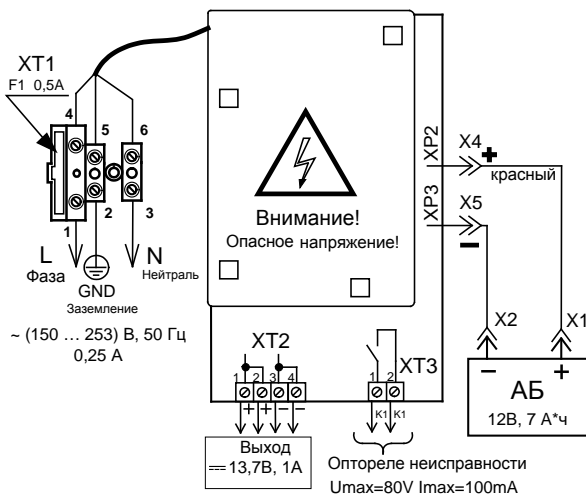

Рисунок 2. Схема подключения РИП-12 исп.20 (РИП-12-1/7М2-Р)
ВНИМАНИЕ! При подключении проводов внешнего питающего напряжения 220 В к сетевой колодке необходимо соблюдать правильность подключения «фаза» и «нейтраль». Подключение цепей к РИП производить в соответствии с рис. 2.
2.3.2 Для обеспечения дистанционной сигнализации обобщенной неисправности, подключить выход оптореле К1 к шлейфу сигнализации приборов согласно рис. 2. Состояния оптореле и технические характеристики приведены п 1.2.15. Подключите прибор к клеммам выходного напряжения РИП (см. п.2.2.4.в)).
2.4.1 Проверить правильность произведённого монтажа в соответствии со схемой подключения РИП-12 исп.20 (РИП-12-1/7М2-Р) (рис. 2).
2.5.6 Для обеспечения дистанционной сигнализации обобщенной неисправности, подключить выход оптореле К1 к шлейфу сигнализации приборов согласно рис. 2. Состояния оптореле приведены п 1.2.15.